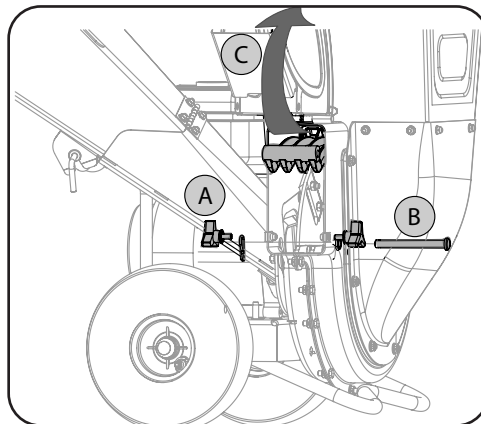

Figure 4-1
2. Retirez le sac (si installé) de la broyeuse-déchiqueteuse. Retirez les deux écrous papillon de chaque côté du déflecteur de la goulotte et tournez le déflecteur vers le haut. Voir Figure 4-1 (a).
3. Retirez la goupille fendue de l'axe de chape qui passe à travers le boîtier et la grille de protection. Voir Figure 4-1 (B). Retirez l'axe de chape.
4. Tournez la grille de protection vers le haut. Voir Figure 4-1 (C). Enlevez tous les débris de la surface.
1. Retirez la goupille fendue de l'axe de chape qui passe à travers le boîtier et la grille de protection. Voir Figure 4-1 (B). Retirez l'axe de chape.
2. Faites pivoter la grille de protection vers le haut. Voir Figure 4-1. Enlevez tous les débris de la surface.